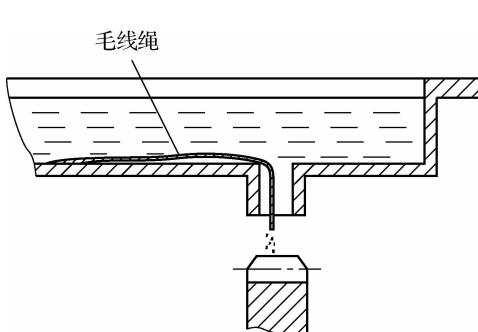

图 1-4 油绳润滑
- (1) 浇油润滑。导轨表面使用油壶浇油润滑, 每班前后各一次。
- (2) 溅油润滑。润滑主轴箱处, 箱底润滑油 $\xrightarrow{\text{经主轴箱齿轮溅射}}$ 箱体上的油槽 $\xrightarrow{\text{经油槽上的油孔}}$ 各润滑点。
- (3) 油绳润滑, 如图 1-4 所示。润滑进给箱处, 每班一次。